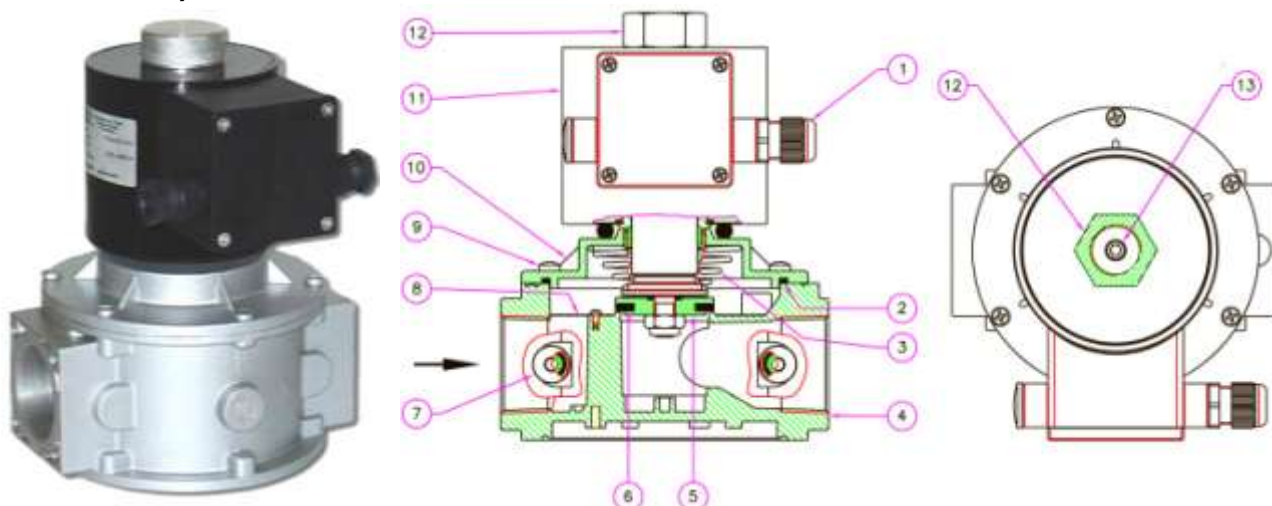

Рис. 2
Клапан рис. 2 состоит из: электрический коннектор (1); верхнее уплотнительное кольцо (2); пружина запирающего механизма (3); корпус (4); затвор (5); манжета затвора (6); заглушка (7); фильтрующая сетка* (8); винты крепления крышки (9); крышка (10); электромагнитная катушка (11); гайка крепления электромагнитной катушки (12); винт регулировки расхода (13).